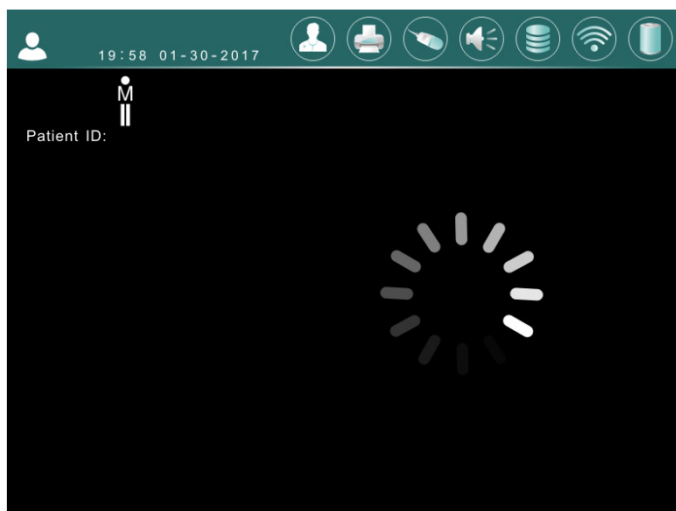

Bild 7-8 Skanningsläge
7.5.6 Under förskanningsläge, tryck på skannings knappen  eller tryck på  för att starta "skanningsläge" som visas i Bild 7-8.